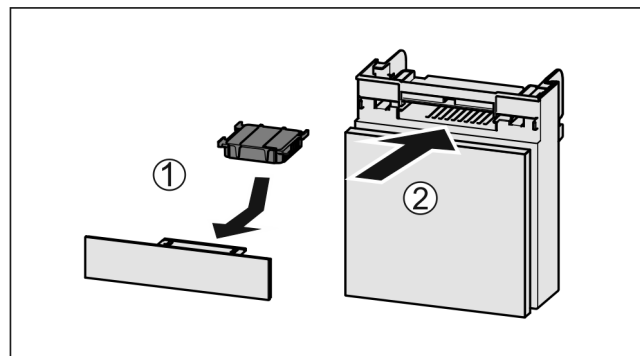

Fig. 100
- ▶ Sett inn Fig. 100 (1) aktivkullfilteret etter figuren.
- ▶ Skyv inn Fig. 100 (2) hyllen.